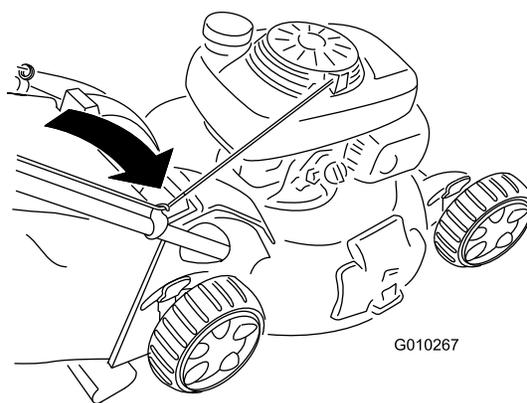

Figura 25
2. Avvolgete il cavo di avviamento attorno al guidacavo inferiore (Figura 25).